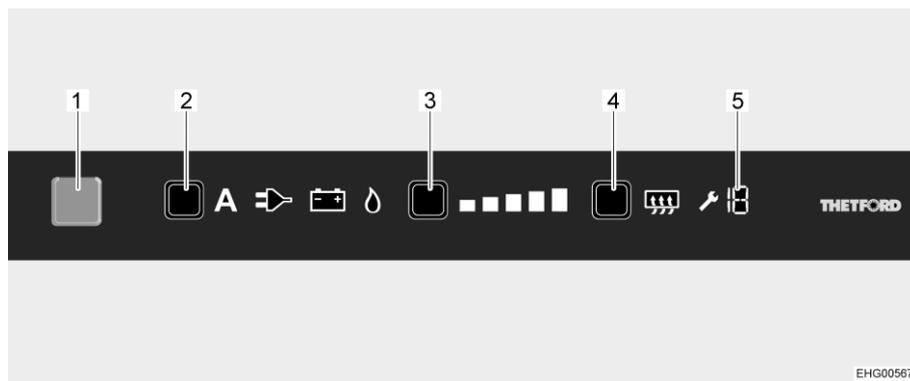

Fig. 128 Elementos de mando
Una vez conectado, el frigorífico selecciona automáticamente el último ajuste seleccionado del termostato. Este ajuste se puede reajustar de modo manual a través de la tecla de niveles de refrigeración (Fig. 128,3). Las barras luminosas del indicador de nivel de refrigeración indican el ajuste seleccionado del termostato. Con la tecla de niveles de refrigeración se ajusta la temperatura de refrigeración para los tres tipos de energía. Pasan algunas horas hasta que el frigorífico alcanza la temperatura de servicio normal. Al conmutar el modo de funcionamiento se mantiene el ajuste del termostato. La temperatura de refrigeración se mantiene independientemente del tipo de energía.
- Presionar la tecla On/Off (Fig. 128,1) por 1 segundo. La tecla se ilumina de color azul. Después de aprox. 10 segundos, la visualización se atenuará automáticamente por razones de ahorro de energía.
- Pulsar la tecla de selección de energía (Fig. 128,2) repetidamente hasta que esté seleccionada la fuente de energía deseada.
- Pulsar la tecla de niveles de refrigeración (Fig. 128,3) repetidamente hasta que esté seleccionado la nivel de refrigeración deseado. El nivel de refrigeración de refrigeración actual se visualizará a través de las barras luminosas.
- Pulsar la tecla On/Off (Fig. 128,1) por aprox. 2 segundos. Se apagarán todos las lámparas. El frigorífico está desconectado.